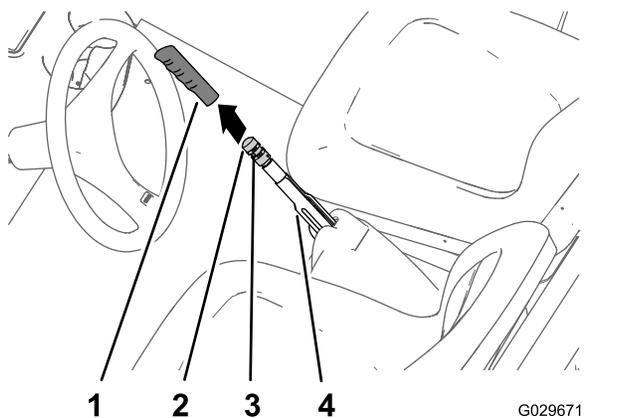

Рисунок 49
1. Снимите рукоятку с рычага стояночного тормоза (Рисунок 49).
2. Ослабьте установочный винт, который крепит ручку регулировки тормоза к рычагу стояночного тормоза (Рисунок 49).
3. Поворачивайте ручку регулировки тормоза до тех пор, пока усилие, требуемое для приведения в действие рычага стояночного тормоза, не достигнет 133–156 Н (Рисунок 49).
4. Затяните установочный винт и установите рукоятку на рычаг (Рисунок 49).
2. Ослабьте установочный винт (Рисунок 49), который крепит ручку регулировки тормоза к рычагу стояночного тормоза, выключите стояночный тормоз и ослабьте ручку регулировки тормоза.
5. Поворачивайте ручку регулировки тормоза (Рисунок 49) до тех пор, пока усилие,
- С. Поворачивайте ручку регулировки тормоза (Рисунок 49) до тех пор, пока усилие, требуемое для приведения в действие рычага стояночного тормоза, не достигнет 133–156 Н.
- Затяните установочный винт и установите рукоятку (Рисунок 49).